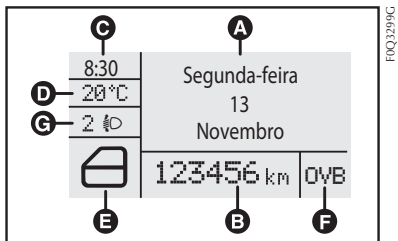

fig. 38
**Display 2-fig. 38** - Ideogramas, informações numéricas e mensagens de texto.
## DISPLAY 2 - fig. 38